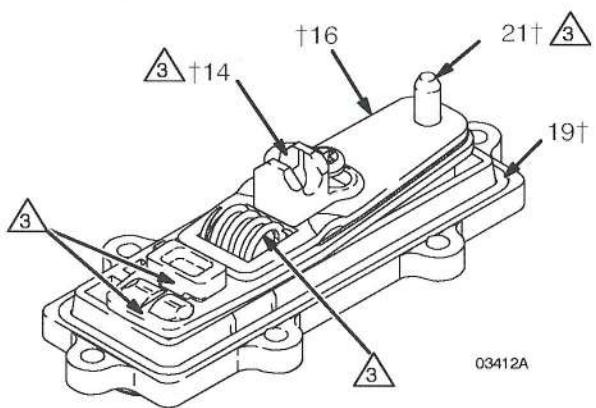

Fig. 10
2. Desenrosque los seis tornillos de montaje (15) y desmonte la válvula neumática (A) de la bomba. Consulte la Fig. 10.
3. Consulte el detalle de la placa de la válvula en la Fig. 10. Extraiga los dos tornillos (10) que sujetan la placa de la válvula (13) a la bomba. Utilice un extractor de juntas tóricas para desmontar la placa, la junta (12) y el cojinete (9).
4. Aplique grasa (26†) en el cojinete (9†). Instale el cojinete y la junta (12) en el alojamiento de la bomba (1). Instale la placa de la válvula (13) y sujétela con dos tornillos (10†), tal como se indica. Apriete los tornillos a un par de 0,6 a 0,8 N.m.
6. Aplique grasa (26†) en los puntos indicados en la Fig. 10.
7. Alinee el nuevo montaje de la válvula neumática de forma que el eje de reposición (21†) esté en la parte superior. Instale la válvula en la bomba, asegurándose de que la montura de la válvula (14†) encaje en la ranura del eje del diafragma (23). Coloque los seis tornillos (15) y apriételos opuesta y uniformemente a un par de 0,9 a 1,6 N.m.